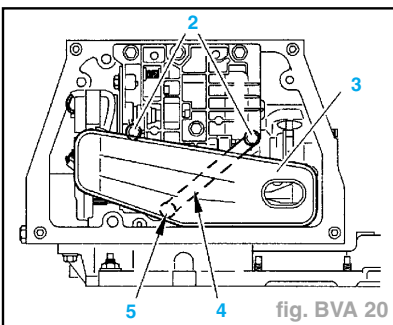

fig. BVA 20
- Déposer (fig. BVA 20) :
- les vis (2),
- la crépine (3).
- la crépine (3) neuve munie de son joint (fig. BVA 20).
- Serrer les vis (2) à **0,9 daN.m**.